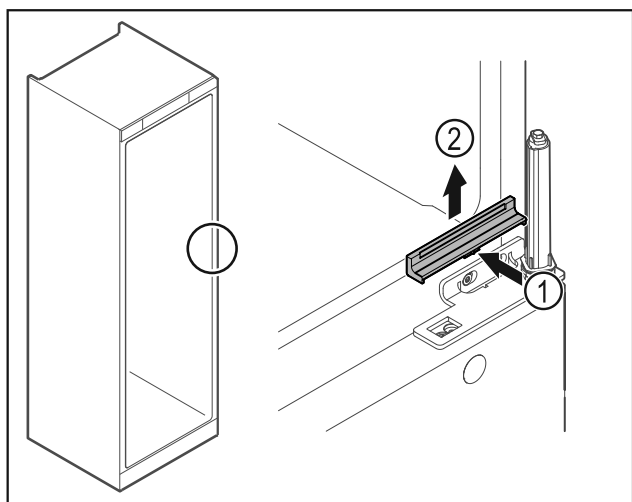

Fig. 21
- ▶ Слегка надавите на крышку по центру Fig. 21 (1) и снимите ее движением вверх Fig. 21 (2).